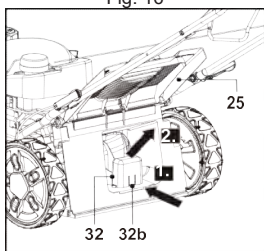

Fig. 17
2. Strângeți încuietura de blocare (32b) și eliberați-o din slotul canalului de evacuare spate (29a), apoi îndepărtați inserția pentru mulcire (32) (Fig. 17).